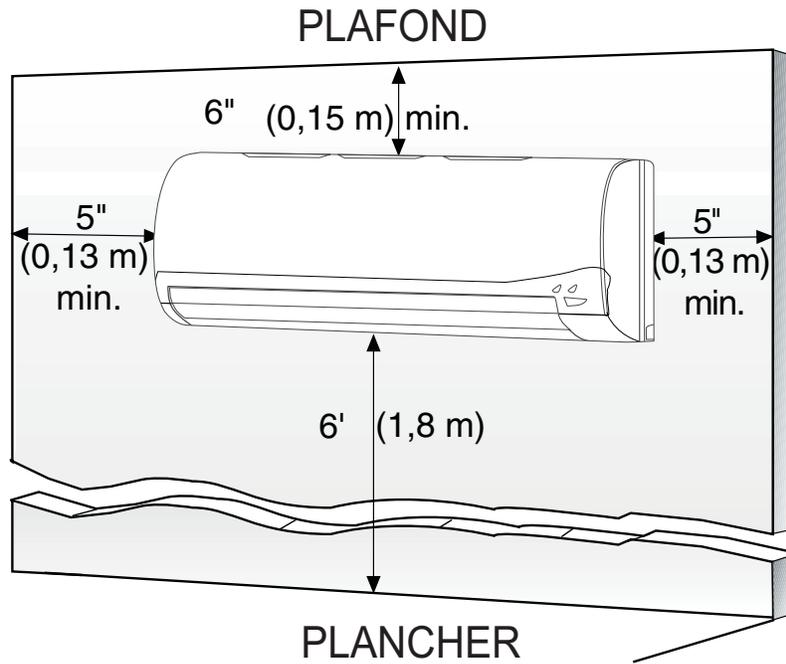

Fig. 4 – Dégagement du module intérieur
Laissez suffisamment d'espace pour permettre la circulation d'air et l'entretien de l'appareil. Consultez la fig. 4 pour connaître les distances minimales requises entre l'appareil et les murs ou les plafonds.
- Emplacement qui fournit les dégagements appropriés, comme indiqué à la fig. 4. Veillez à laisser une distance suffisante pour permettre l'accès pour l'entretien de routine. L'emplacement d'installation doit se trouver à 72 po ou plus au-dessus du sol.
- Emplacement qui fournit les dégagements appropriés, comme indiqué à la fig. 4.